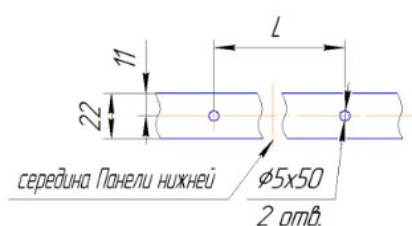
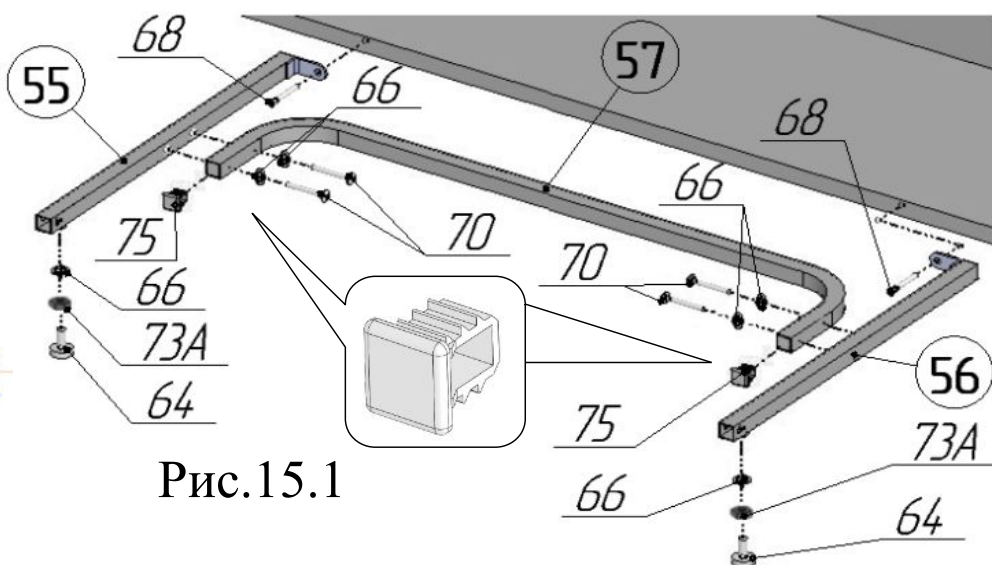
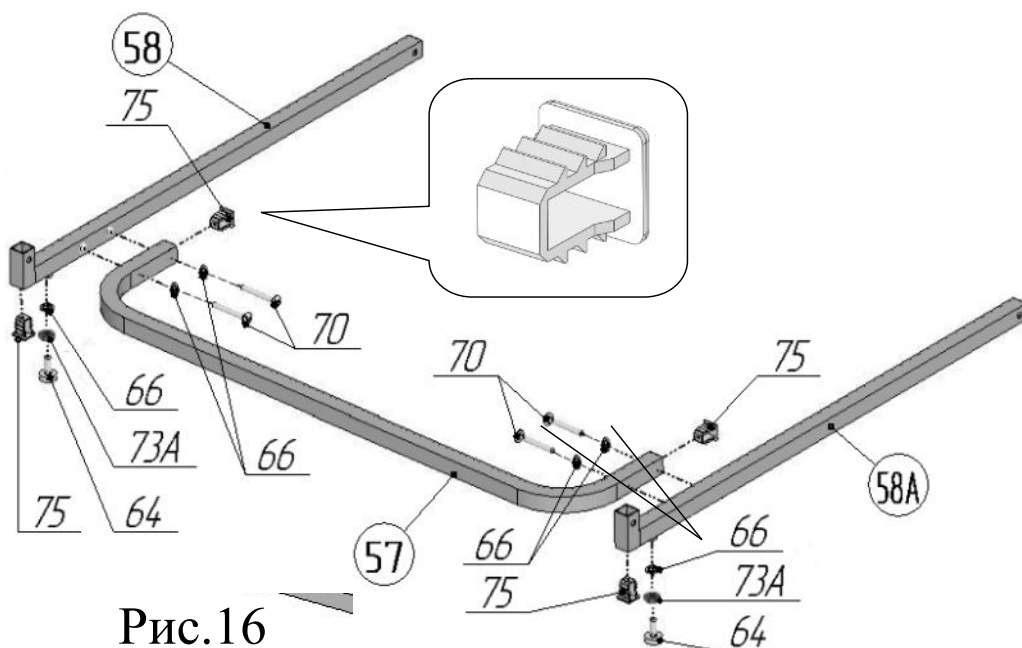

Рис.15.2
Рис.15.1
Рис.16
17. В торцы перемычки поз.57 вставить заглушки 20x20 поз.75 в соответствии с рис.15.1. К перемычке поз.57 присоединить упоры поз.55 и поз.56, используя винты М6х35 поз.70 и шайбы стопорные поз.66 в соответствии с рисунком 15.1. Во встроенные гайки упоров поз.55,56 ввернуть ножки поз.64, предварительно навинтив на них гайки М8 ГОСТ поз.73А и надев на стержни ножек шайбы стопорные поз.66. Просверлить в панели нижней поз.43 отверстия $\phi 5 \times 50$ в соответствии с рис.15.2, L=648мм. Присоединить собранную конструкцию к коробу с помощью винтов-конфирматов поз.68 (рис.15.1).
поз.58, 58А, используя винты М6х35 поз.70 и шайбы стопорные поз.66 в соответствии с рисунком 16. Во встроенные гайки ног поз.58 и 58А ввернуть ножки поз.64, предварительно навинтив на них гайки М8 ГОСТ поз.73А и надев на стержни ножек шайбы стопорные поз.66. В ноги поз.58 вставить заглушки 20x20 поз.75 в соответствии с рисунком 16. После окончательной сборки стола отрегулировать ножки поз.64, установленные в данном пункте и п.16. Затянуть гайки поз.73А таким образом, чтобы шайбы поз. 66 оказались прижаты к ногам поз.58, 58А (рис.16) и упорам поз.55,56 (рис.15.1).